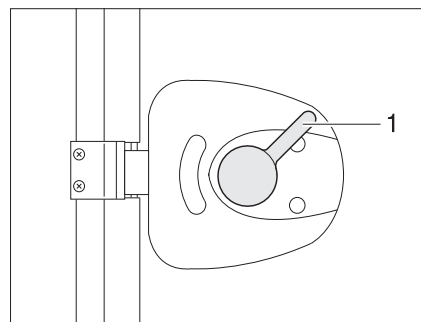

Fig. 22 Serrure de la porte cellule, à l'intérieur, verrouillée
- Appuyer sur la poignée de la porte (Fig. 22,1) d'env. 45° vers le haut et la laisser dans cette position.